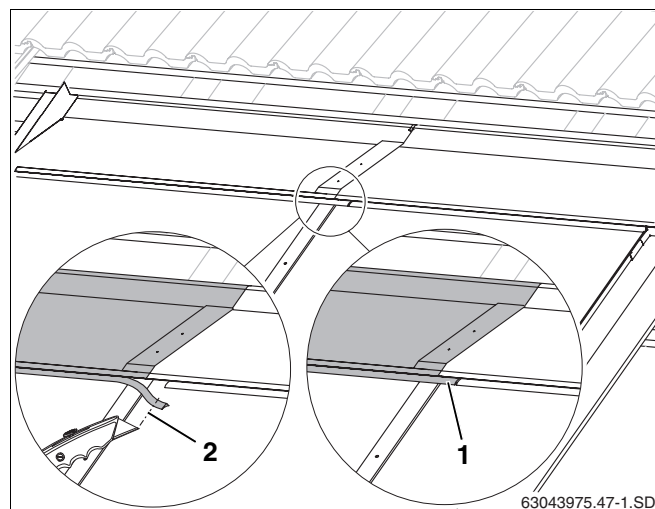

Fig. 57 Cortar la falda de goma
- Recorte la falda de goma (fig. 57, **pos. 2**) hasta que haga tope con la falda de goma de la chapa protectora derecha.
- Introduzca la falda de goma de la chapa protectora izquierda en la unión de la chapa protectora derecha (fig. 57, **pos. 1**).